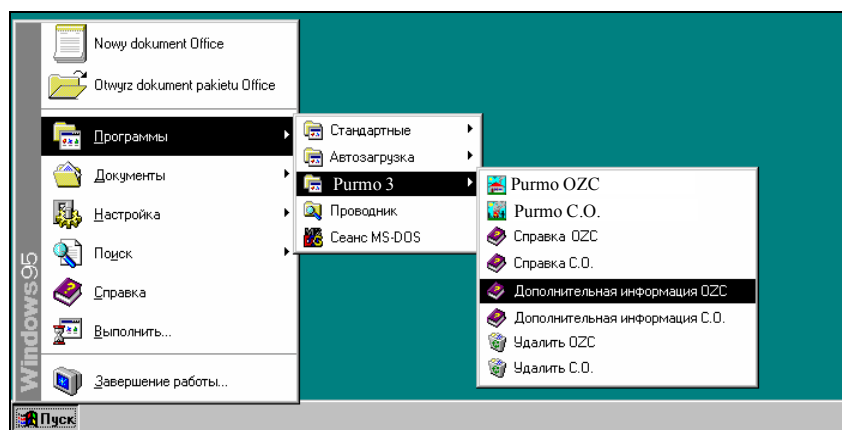

Рис. 4.1. Запуск программы PURMO C.O. в системе Windows 95
2. перейти к меню Пуск (**Start**) системы Windows (Рис. 4.1);